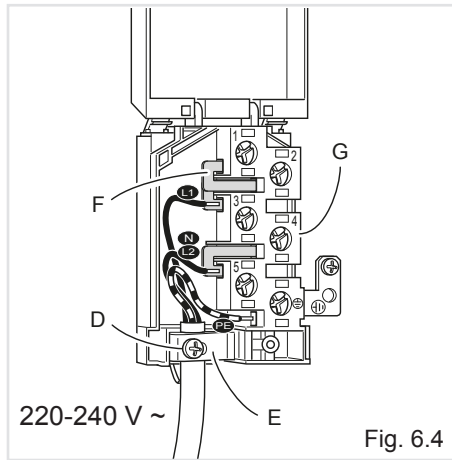

Fig. 6.4
- Svitare la vite "D" e aprire completamente il fermacavo "E" (figs. 6.4 - 6.5 - 6.6).
- Posizionare il ponte a U "F" nella morsetteria "G" (figs. 6.4 - 6.5 - 6.6) secondo lo schema elettrico di figura 6.3.